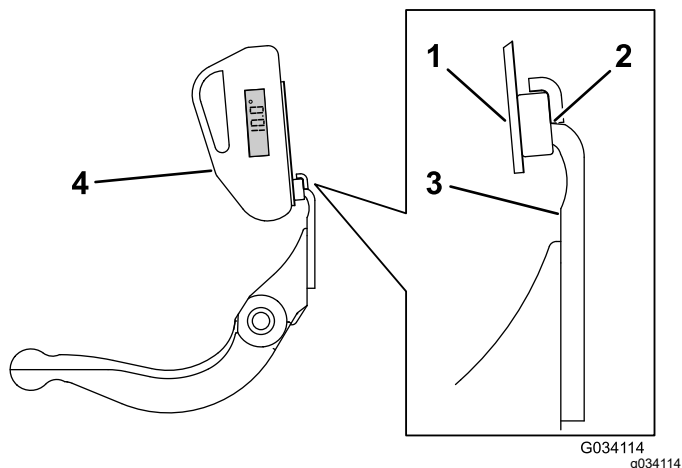

Figura 31
3. Coloque a montagem do indicador de ângulo na extremidade da lâmina de corte para que a extremidade do ímã fique alinhada com a extremidade da lâmina de corte (Figura 31).
4. Coloque o indicador de ângulo na montagem, como se mostra na Figura 31.